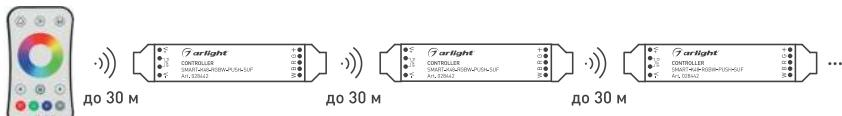

Рисунок 2. Ретрансляция сигнала от пульта ДУ (до 30 м на открытом пространстве)
3.8. Все контроллеры автоматически ретранслируют сигнал от пульта ДУ или панели управления [рисунок 2]. Расстояние между устройствами на открытом пространстве может достигать 30 м.